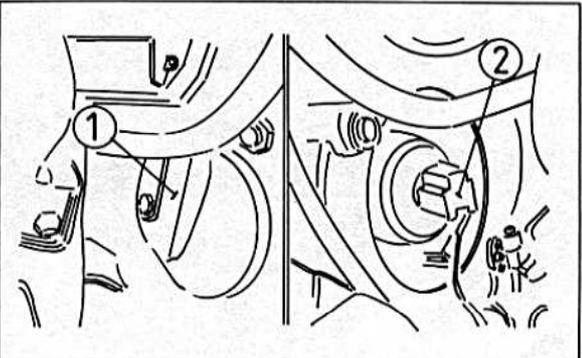

Bild 369
- Die Stecker von den Scheinwerfern abziehen (Bild 369).